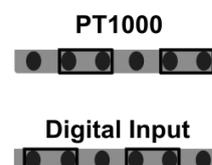

Bild 3 | Figure 3
4. Setzen Sie die Jumper für die gewünschte Funktionalität PT1000/DI (siehe Bild 3)
4. Set the jumpers for the desired PT1000/DI functionality (see Figure 3).
7. Jumper Kodierung PT1000 oder Digitaleingänge 12-24V DC (Bild 3)
7. Jumper coding PT1000 or digital inputs 12-24V DC (Figure 3)